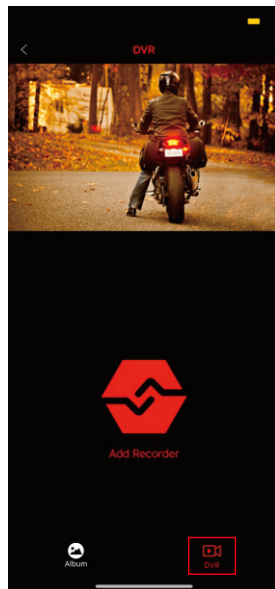

Figure 7
5.4 Cliquez sur [Enregistreur] dans la page principale, puis revenez à la page principale de l'enregistreur ; (Voir Figure 7)